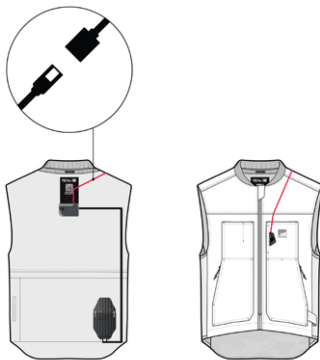

図16
1. システムの背面にあるポケットにある電子制御ユニット (3) にアクセスします。ポケットにアクセスするには、ベストの内側にあるジッパーと面ファスナーのパッチを使用してベストを開きます。
2. 図 16 に示されている、LED ディスプレイ (2) に電力を供給するケーブルを外します。